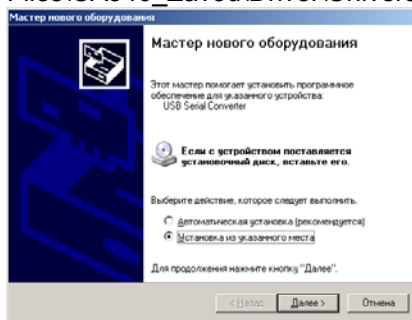
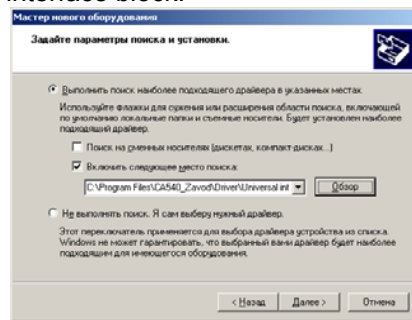

Рисунок 4.9
Рисунок 4.10
2) После включения ПК на экране появится сообщение , а затем окно программы установки нового оборудования (рисунок 4.9).
3) Установить драйвер Блока сопряжения универсального, для чего в окне (рисунок 4.9) щелкнуть в поле "Установка из указанного места", а затем по кнопке **Далее >**. На экране появится окно (рисунок 4.10). Щелкнуть по кнопке **Обзор** и выбрать папку C:\Program Files\CA540_Zavod\Driver\Universal interface block.